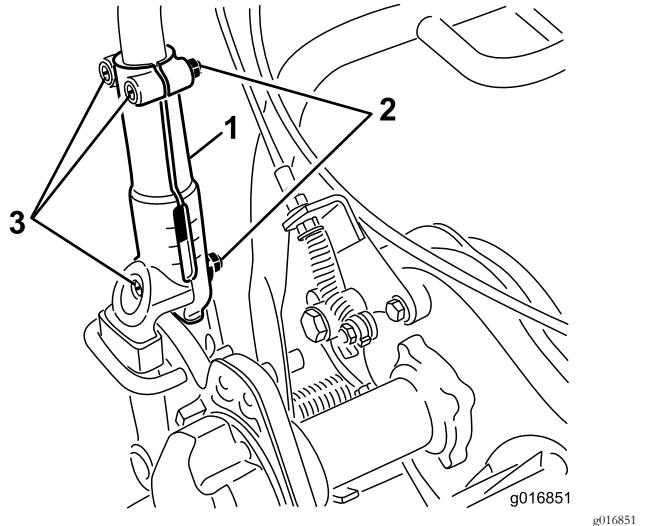

Figura 31
1. Afloje los 3 pernos de cuello cuadrado y las tuercas que sujetan ambos lados del manillar a las abrazaderas (Figura 31).